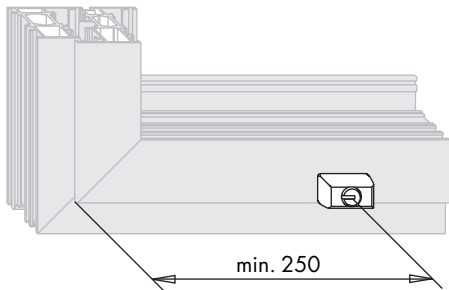

Bild 1
Flügel A Dreh Sperre LM (1) in vorgesehene Bohrung $\varnothing 12,5$ (Bild 1) positionieren und mit Zylinderschrauben (2) befestigen (Drehmoment $2,5 \pm 0,25$ Nm).